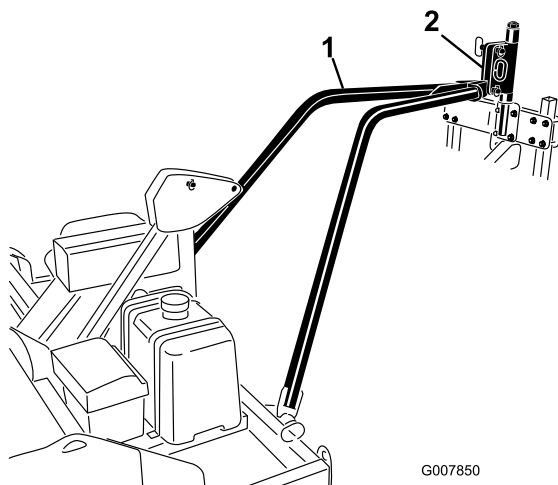

Figura 15
3. Retire la cuerda de amarre y baje la placa de enganche del brazo de tiro sobre el enganche pivotante del aireador (Figura 15).